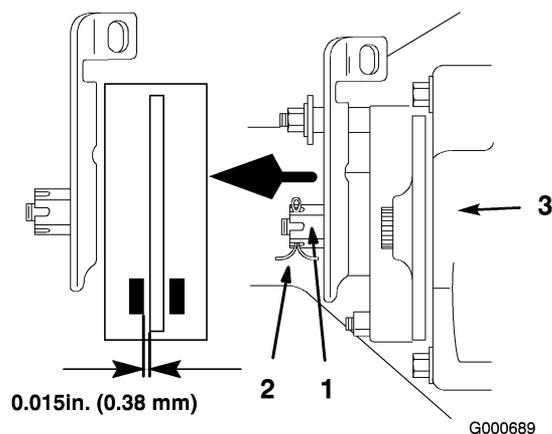

Figure 51
- Pour régler le frein, enlevez la goupille fendue et desserrez légèrement l'écrou de réglage (Figure 51).
- Insérez une jauge d'épaisseur de 0,38 mm (0,015 pouce) avec précaution entre la plaquette de frein extérieure et le disque de frein (Figure 51).